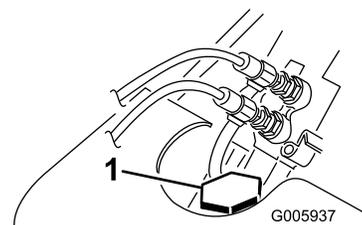

図 38
3. ラジエーターのキャップを外し、冷却液の量を点検する 図 38。